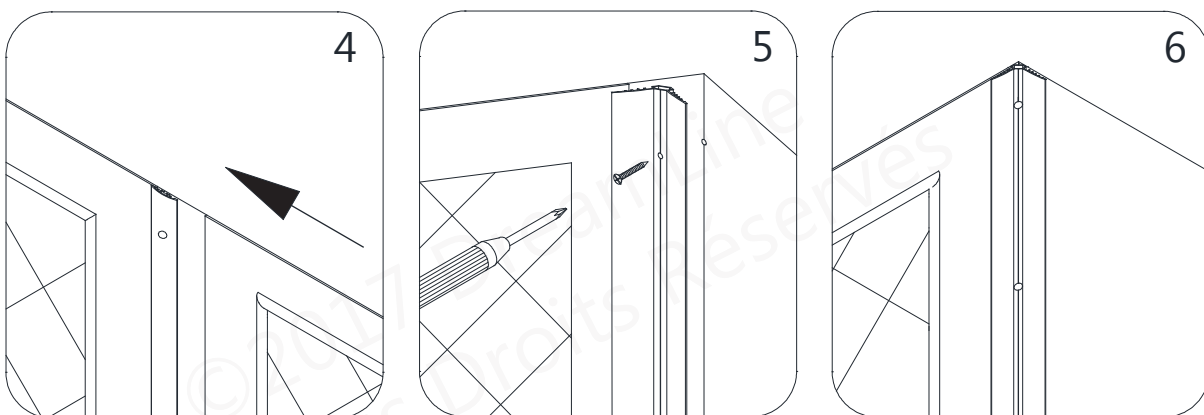

Fig 12
12. Répétez les étapes 10 et 11 et posez le **panneau arrière droit (N° 02)** sur le côté droit du mur arrière. (Fig 12)